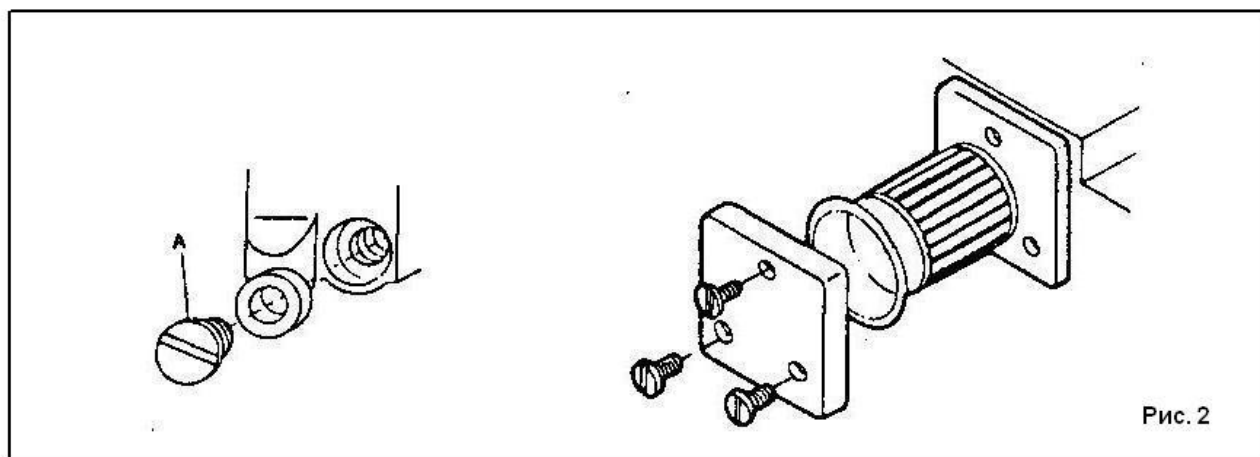

Рис. 2
(2) Замена масла, рис.2.
(3) Смазка устройства для охлаждения иглы – силиконовым маслом.